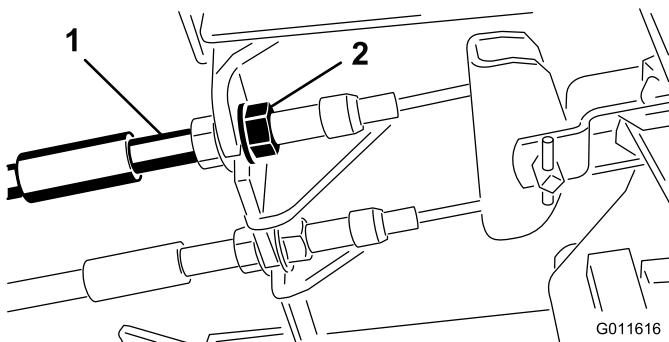

図 43
1. 遊びを減らすブレーキを締めるには、ブレーキケーブルのネジ山の前ナットをゆるめ、後ろのナットを締める(図43)。